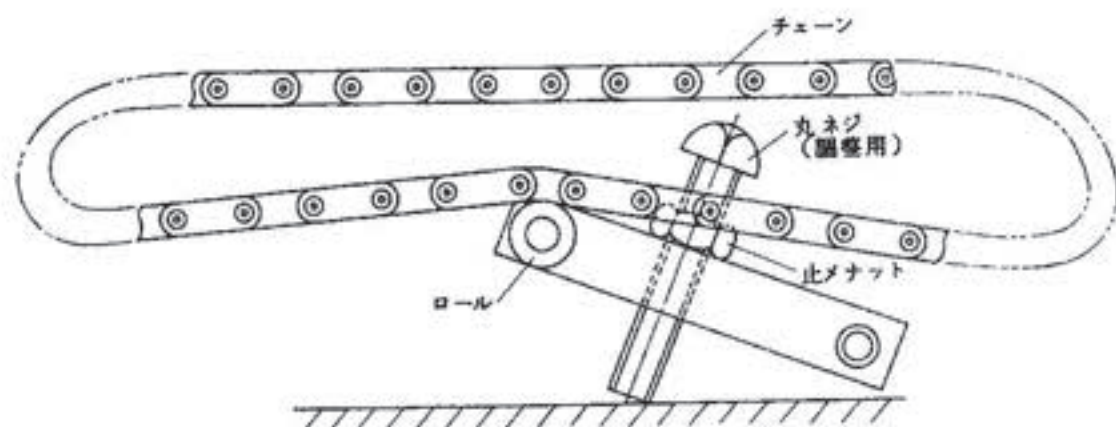

図1.1.3 テンションローラ
- (2) 玉軸受を歯車箱に挿入する場合、ねじれがなければ軽く挿入できます。ねじれたまま無理な力を加えないでください。
(3) キャリジ内部のチェーン(図1.1.3 参照)